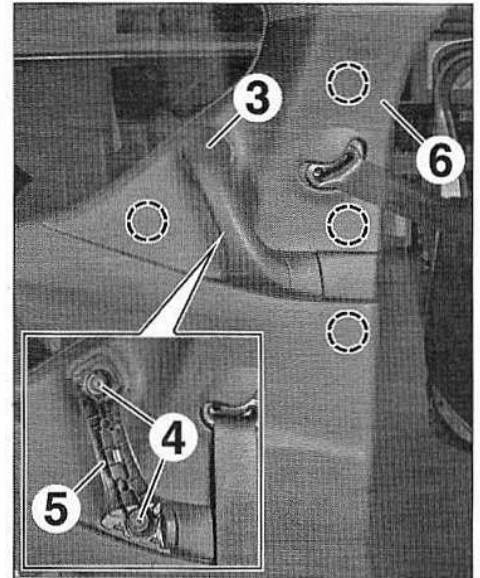

FIG.37
- l'enjoliveur de poignée (3) (Fig.37),
- les vis (4),
- la poignée (5).
- Dégrafer et mettre de côté la garniture supérieure de pied milieu (6).